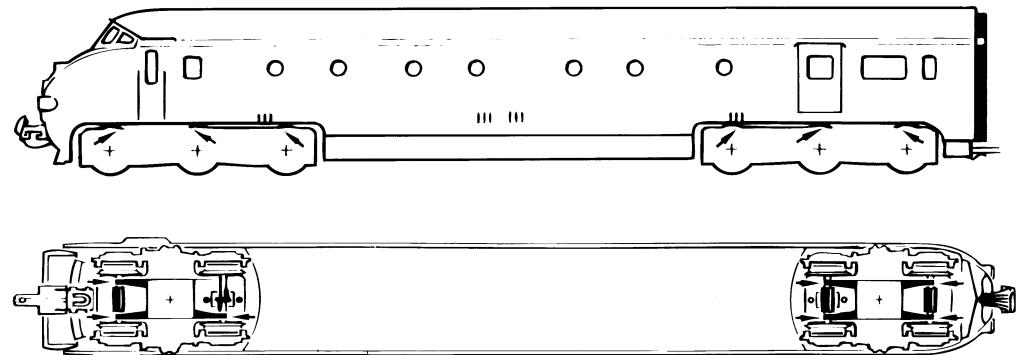

Fig. 7
2. Schmierung: Versehen Sie die im Schmierplan in Fig. 7 gekennzeichneten Stellen mit nur **kleinen Öltropfen**. Dazu zuerst das Lokgehäuse abnehmen (Fig. 5). Wir empfehlen den ROCO **Öler Art.-Nr. 10906**. Fürs Schmieren der Getriebeteile (Zahnräder, Schnecke) empfehlen wir das **ROCO-Spezialfett Art.-Nr. 10905**. Im Falle der Schmierung diese Teile **nicht ölen**.
Op de aangegeven punten slechts **een enkel oiledruppeltje** (fig. 7). Daartoe wel eerst het lochuis verwijderen (fig. 5). Wij adviseren Rovo-smeerolie art. 10906. Voor het smeren van de aandrijving (tandwielen, wormwielen, etc.) adviseren wij **Roco-smeervet art. 10905**. Let op. Geen olie gebruiken waar smeervet zit.
2. Graissage: N'appliquez **qu'une tout petite goutte** aux endroits indiqués par le plan de graissage (fig. 7) après avoir démonté la caisse de la locomotive (fig. 5). Nous vous recommandons le **graisseur à huile ROCO réf. 10906**. Pour graisser les engrenages (roues dentées, vis sans fin) nous vous conseillons la **graisse spéciale ROCO réf. 10905** pour engrenages en matières synthétiques. Lorsque vous utilisez cette graisse il faut éviter d'huiler ces composants.